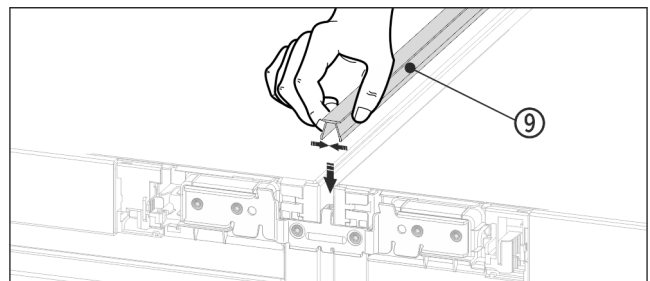

Fig. 19
- Sur le côté supérieur, pousser la baguette Fig. 19 (9) courte dans la fente horizontale.